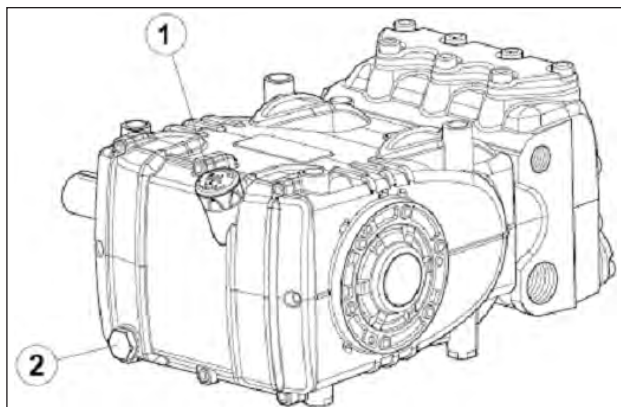

Fig. 3
Controllare il livello dell'olio, se necessario rabboccare. Dall'asta livello olio pos. ①, Fig. 3.
Il controllo corretto del livello dell'olio si esegue con la pompa a temperatura ambiente, il cambio dell'olio va eseguito con pompa a temperatura di lavoro rimuovendo: l'asta livello olio pos. ①, e successivamente il tappo pos. ②, Fig. 3.